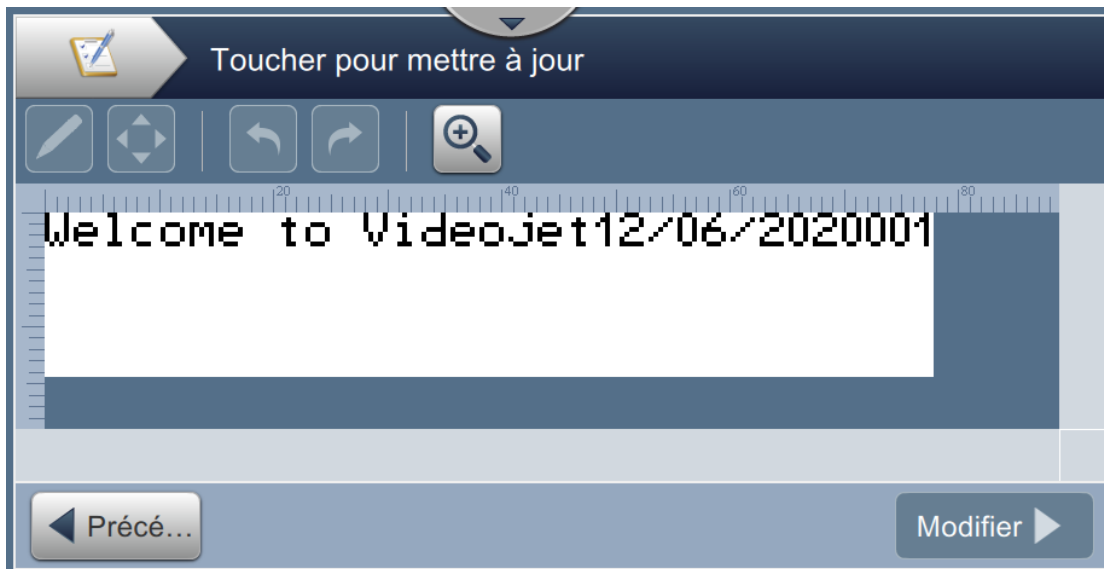

Figure 5-18 : Éditeur de tâches
3. Pour modifier un champ défini par l'utilisateur, appuyez sur celui-ci, puis sur le bouton  tel qu'illustré à la Figure 5-18.
5. Pour modifier l'emplacement du champ, appuyez sur celui-ci, puis sur le bouton  tel qu'illustré à la Figure 5-18.